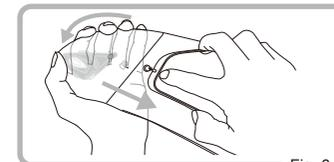

Fig. 6
- 2) Remover a Lente de Inserção Original Pinlock® dos pinos excêntricos dobrando a viseira. (Fig.6)